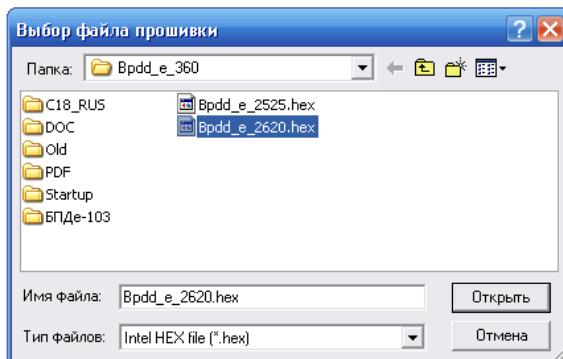

Рисунок 5 – Выбор файла программы БПДД-Е
- В появившемся окне выбора файла следует выбрать нужный файл обновления (рисунок 5).